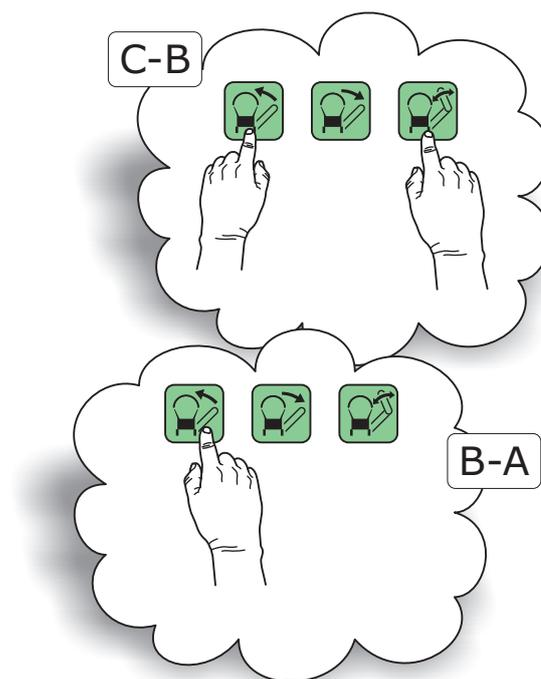

Abbildung 4.21 Einklappen des seitlichen Transportbandes
- Den Sicherungssplint (5) herausnehmen – Abb. (4.19).
- Die zwei Druckschalter auf dem Bedienfeld (Abbildung 4.21) gedrückt halten und den oberen Teil des Transportbands einklappen, PHASE C bis B.
- Die Taste am Bedienfeld gedrückt halten und das ganze Transportband einklappen, ETAPPE (B) bis (A).
- Den Verriegelungshebel mittels Splint (5) blockieren – Abb. (4.19).
- Die Sicherungsleisten (2) des Transportbandes in die waagerechte Stellung bringen – Stellung A – Abbildung (4.19) und mithilfe der Splinte sichern.